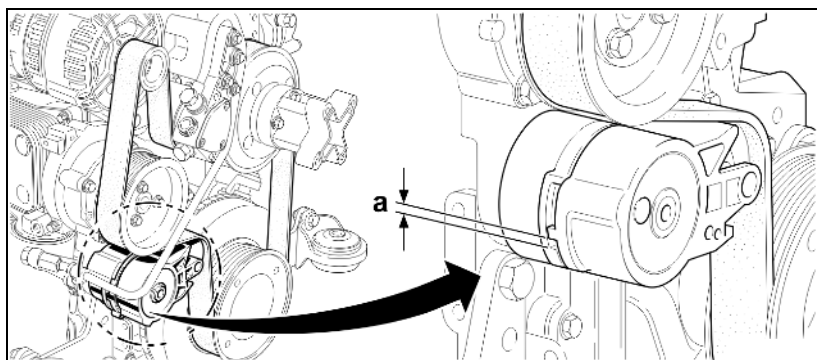

Рис. 171
1. Поставьте под резьбовую пробку (Рис. 171/1) поддон.